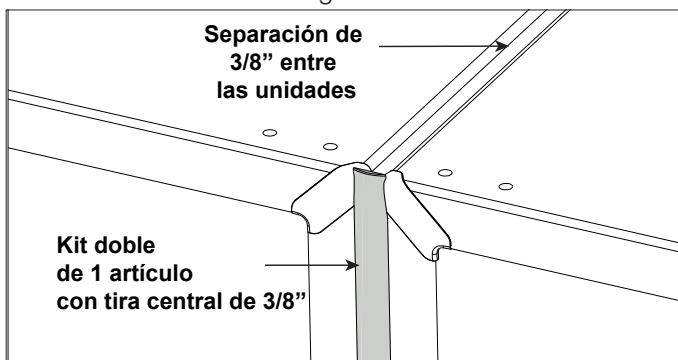

Figura 6
- b. Instale la tira central para garantizar que la separación de 3/8" correcta se mantenga entre las unidades. (Consulte la Figura 6).